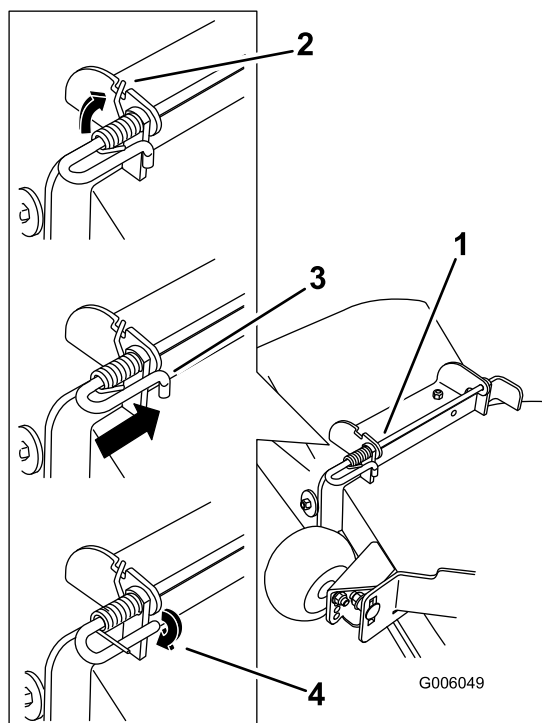

Figure 70
- Soulevez le côté long du ressort et placez-le dans le cran du support de l'ensemble déflecteur (Figure 70).
- Fixez l'ensemble tige et ressort en le tournant de sorte à pouvoir placer l'extrémité courte de la tige derrière le support avant soudé au plateau de coupe (Figure 70).